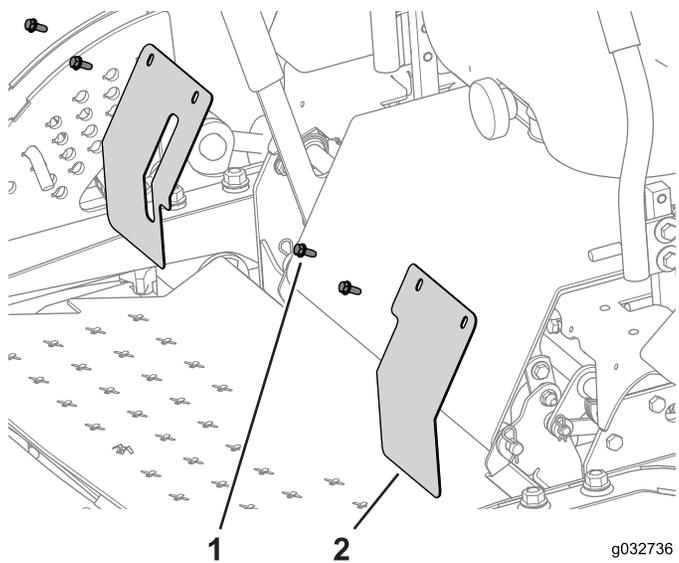

Figura 114
1. Togliete le piastre di copertura e riponetele (Figura 114).